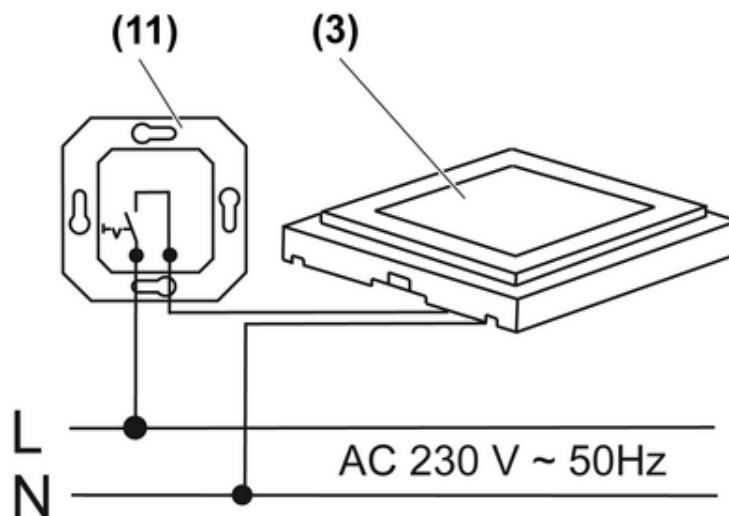

Figura 2
- Collegare la luce di orientamento (3) a AC 230 V secondo l'esempio (figura 2) utilizzando i morsetti in dotazione. Il conduttore esterno va collegato al cavo marrone, il conduttore neutro al cavo blu. Per la disattivazione si può installare, a discrezione, un interruttore d'installazione (11) oppure un interruttore a relè.